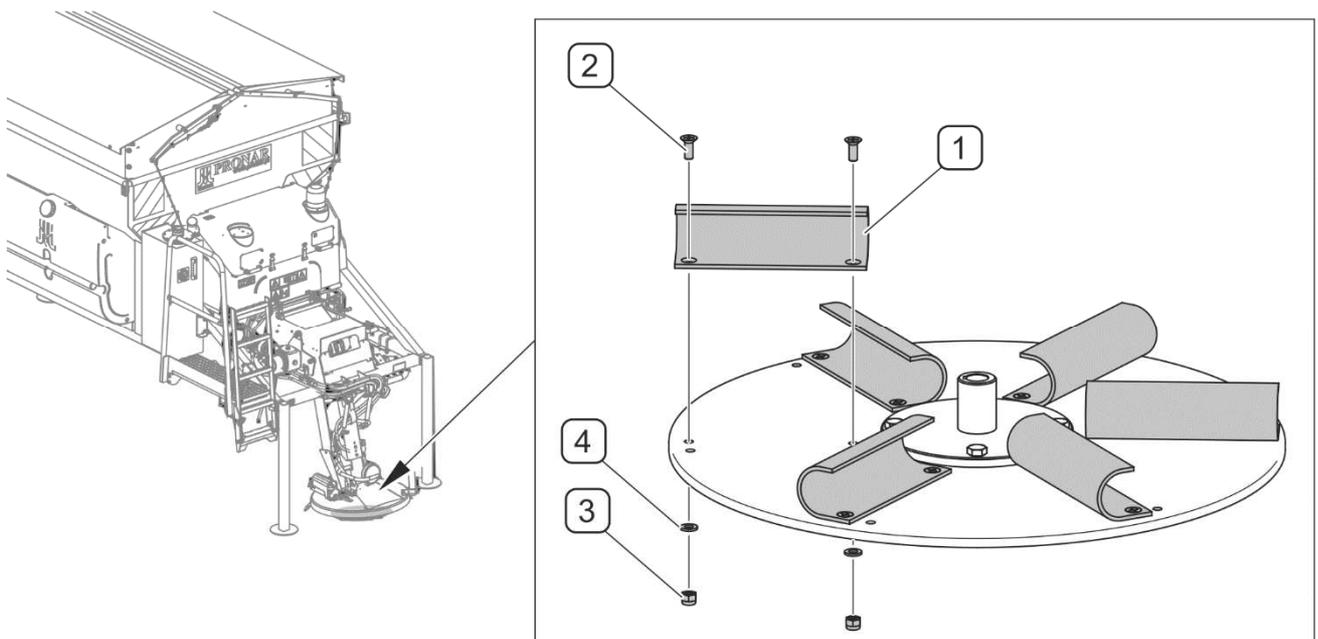

ABBILDUNG 5.14 Austausch der Schaufeln des Streutellers
- Die Muttern (3) (ABBILDUNG 5.14) abschrauben.
- Die Schrauben (2) sowie die Unterlegscheiben (4) herausnehmen,
- Die Schaufeln (1) gegen neue austauschen, den Zustand der Schrauben und Muttern prüfen und bei Bedarf auswechseln (siehe TABELLE 5.4)